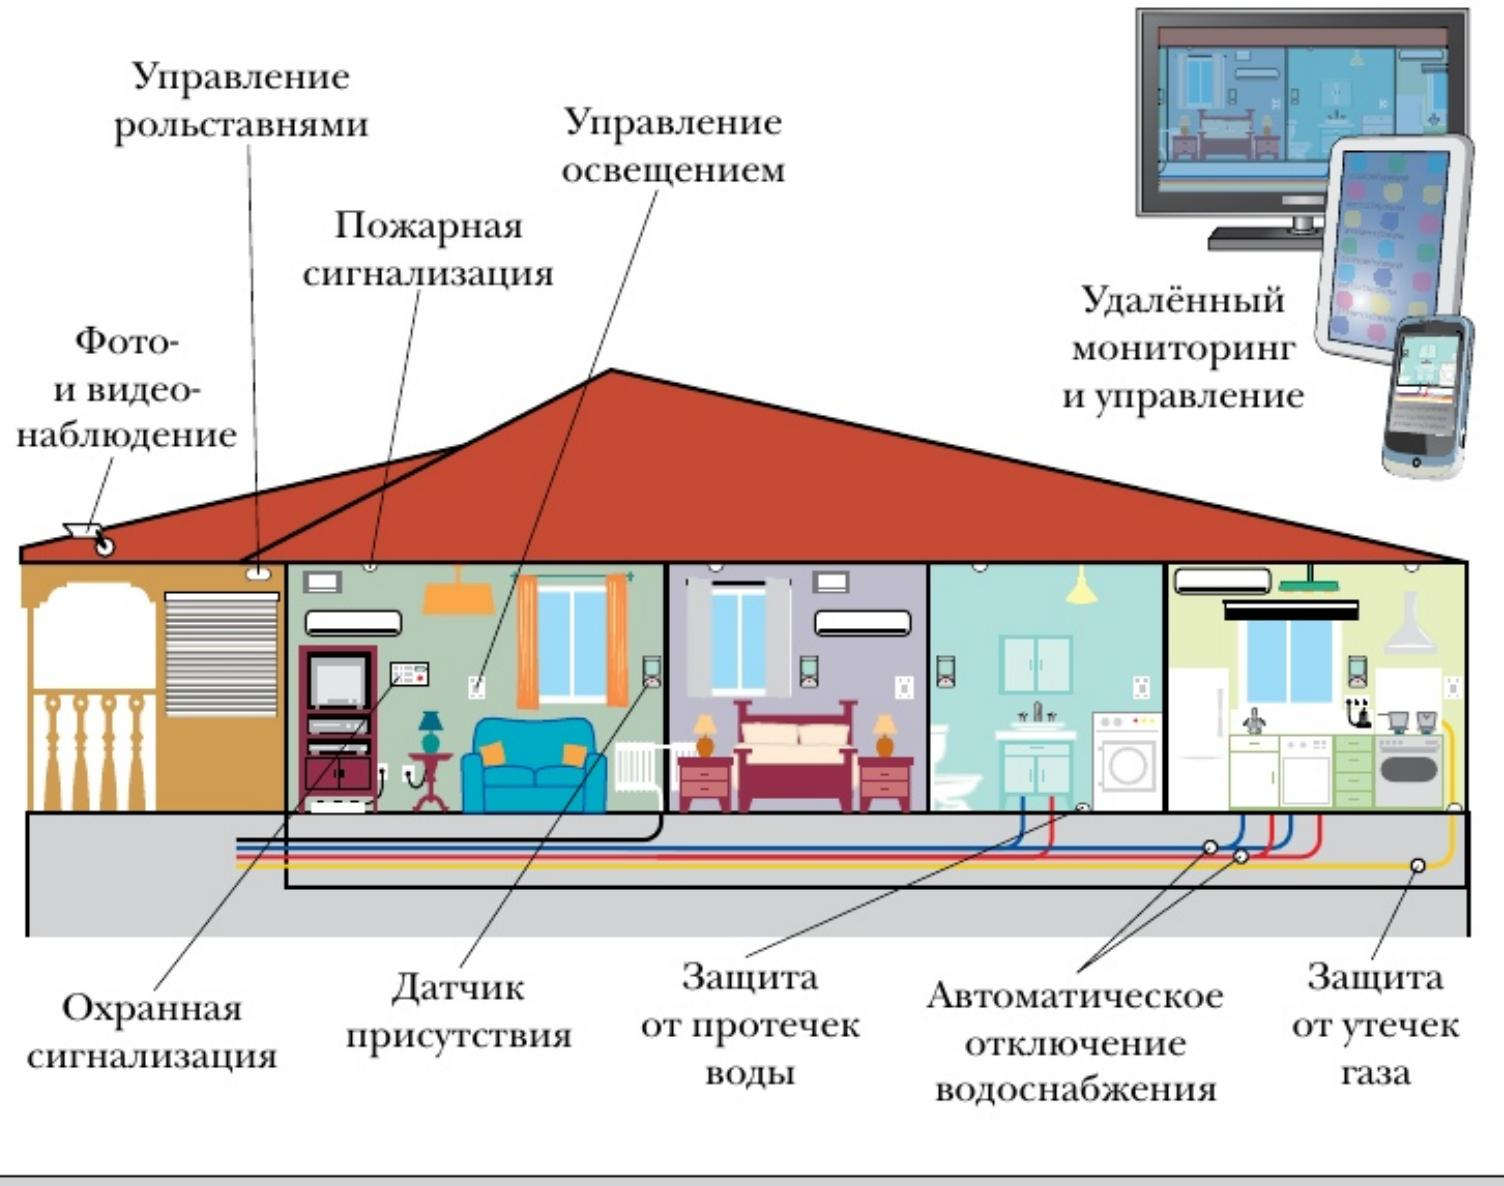

Рис. 145. Элементы системы «Умный дом»
- возможность централизованного управления «умным домом» через компьютер, Интернет, посредством пульта, мобильного телефона (рис. 145).